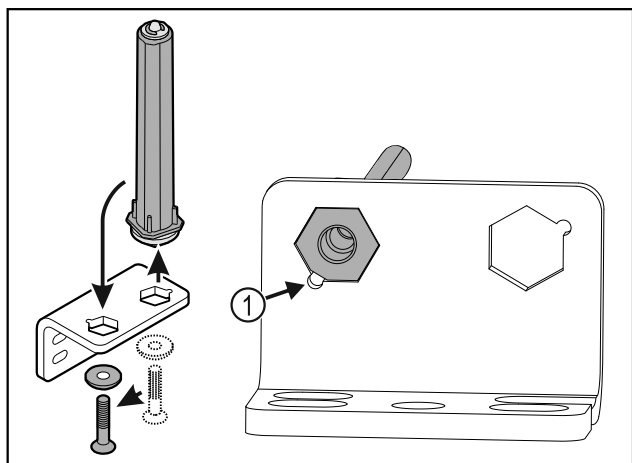

Fig. 32
- ▶ Pobrinite se za to da je prilikom umetanja zakošenje na svornjaku *Fig. 32 (1)* usmjereno prema okrugloj rupi.